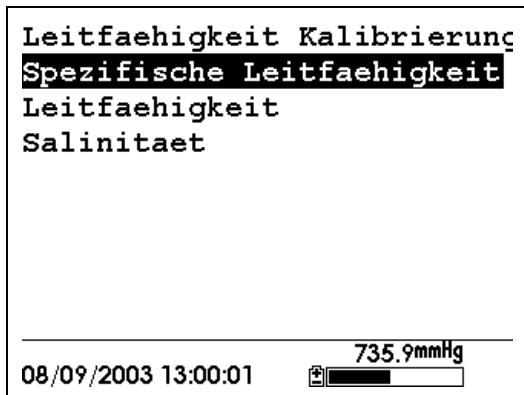

Abbildung 6.3 Leitfähigkeit Kalibrieren-Selektionsbildschirm
- 14.** Drücken Sie **Enter**. Dadurch gelangen Sie zum Kalibrieren Leitfähigkeit-Selektionsbildschirm zurück, siehe Abbildung 6.3 Leitfähigkeit Kalibrieren-Selektion.